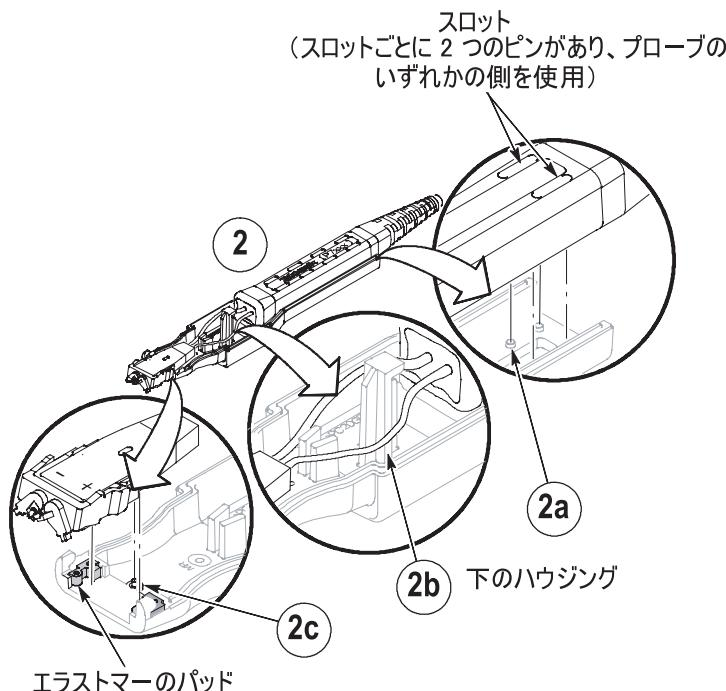
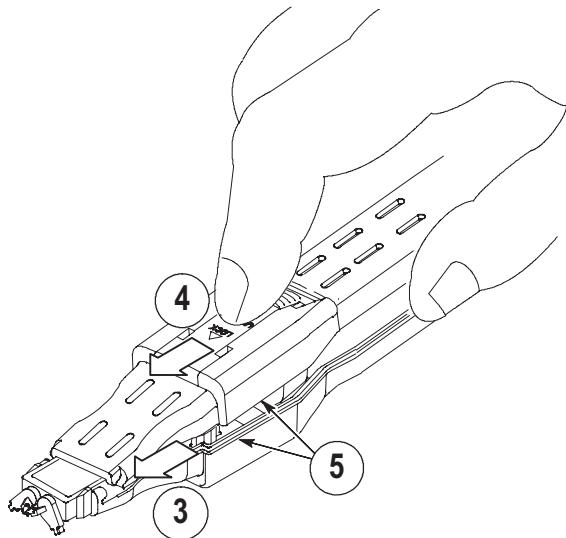

図 15：ハンドヘルド・アダプタの組み立て
図 16 : ハンドヘルド・アダプタの固定
2. 必要な場合はハンドヘルド・アダプタ・ハウジングを分離し（ラッチの位置については 22 ページの図 16 を参照）、下のハウジングにプローブを装着します。図 15 を参照してください。
5. 上のハウジングのラッチを前方にスライドさせ、ハウジングを所定の位置に固定します。図 16 を参照してください。
注 : ハンドヘルド・アダプタが正しく組み立てられると、ハンドヘルド・アダプタのノーズ部分にあるエラストマーのパッドによって（図 15 を参照）、プローブ・チップへの圧力が大きすぎない限り、圧力が均等に分散します。プローブ・チップで圧力が均等に分散すると、差動測定で 2 つの相互接続ポイントを接続しやすくなります。